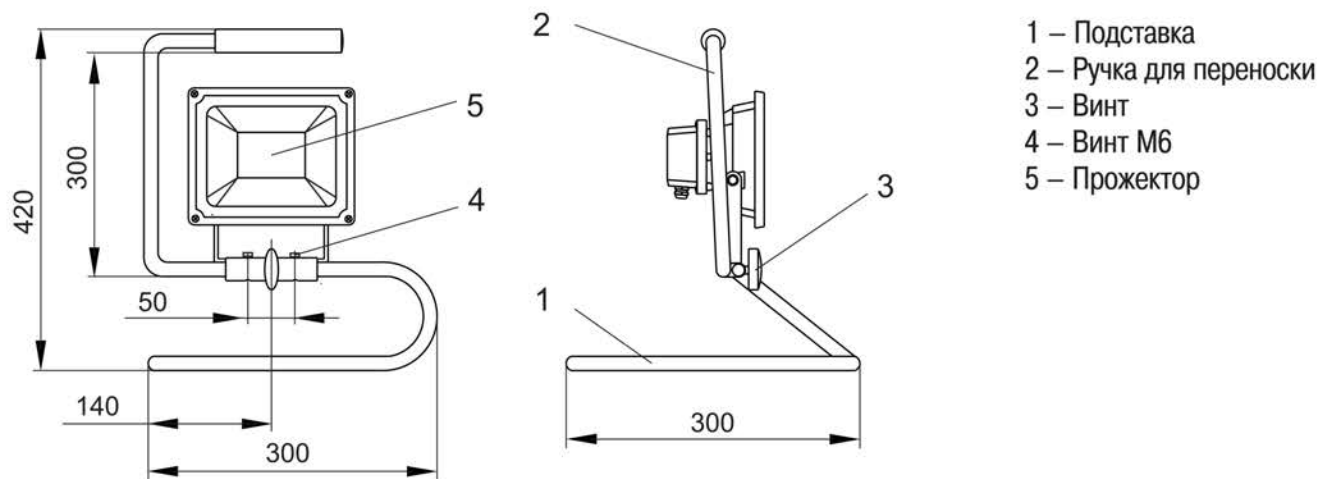

Рисунок 1
5.2 Подготовка переноски к работе (рисунок 1).